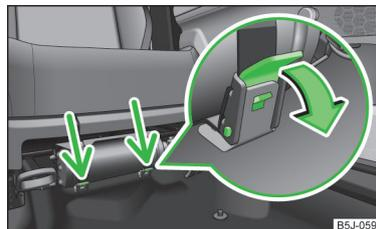

Fig. 146
- Aflojar ambas correas tirando de los seguros respectivos en la dirección de la flecha » fig. 146.